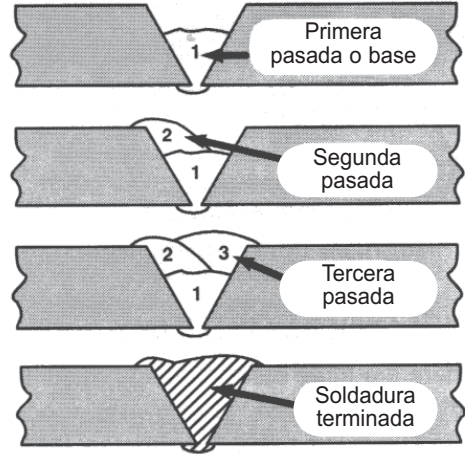

Figura 18. Junta a tope en V de tres pasadas
**Junta de soldadura a tope.** Cuando se suelden a tope materiales gruesos se debe preparar el borde de los materiales biselando el borde de una o ambas piezas de metal que se van a soldar con una esmeriladora. Así se crea una V entre las dos piezas de metal, que tendrá que llenarse de soldadura. En la mayoría de casos se necesitará más de una pasada o cordón para llenar la V. Al poner más de un cordón en la misma junta se forma una soldadura de pasadas múltiples. Las ilustraciones de la Figura 18 muestran la secuencia para for-